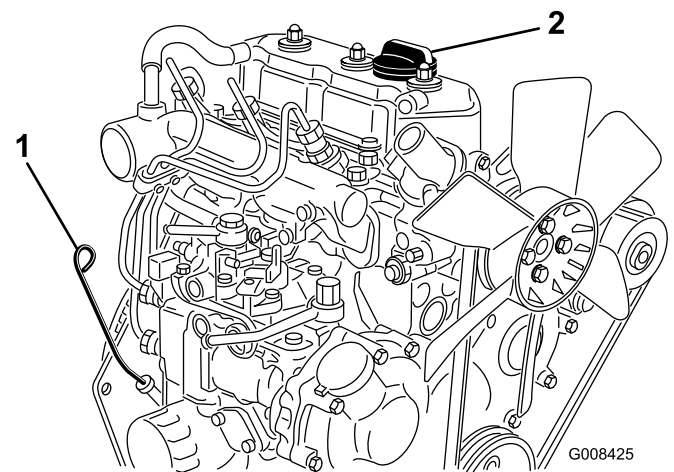

Figure 29
2. Retirez la jauge et essuyez-la sur un chiffon propre (Figure 29). Remettez la jauge dans le tube en l'enfonçant au maximum. Sortez la jauge du tube et vérifiez le niveau d'huile. Si le niveau est trop bas,